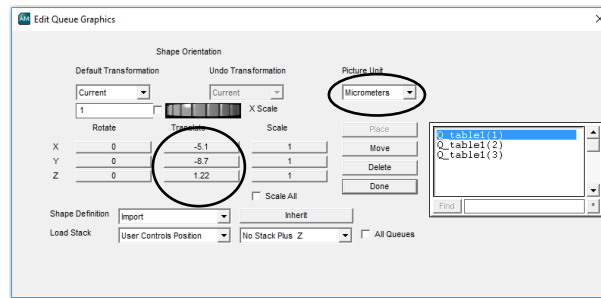

Abbildung 10.1: Einstellungen für den Pufferplatz `Q_table1(1)`
Schritt 4: Die Einstellungen entsprechend der Abbildung 10.1 ändern